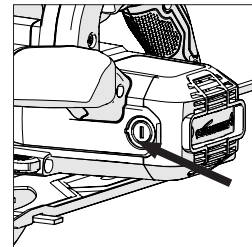

Abb. 17
- Entfernen Sie die Plastikkappen an der Rückseite des Motorgehäuses. (Abb. 17) Seien Sie vorsichtig, die Kappen sind federbelastet.